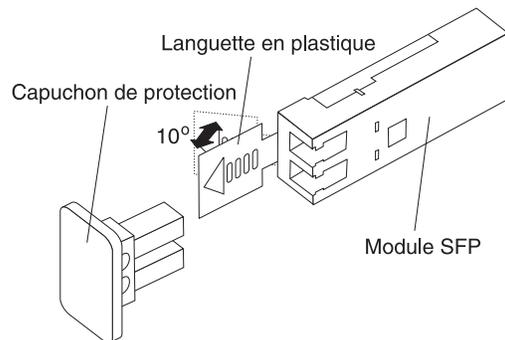

Figure 59. Déverrouillage d'un module SFP équipé d'une languette en plastique
- Pour les modules SFP équipés d'une languette en plastique, déverrouillez le module en déplaçant la languette d'environ 10° vers l'extérieur, comme illustré dans la figure 59.